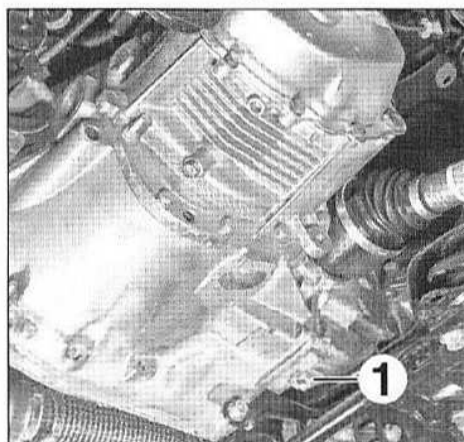

FIG.2
- le bouchon de vidange (1) (Fig.2).
- Reposer le bouchon de vidange (1) avec un joint neuf.